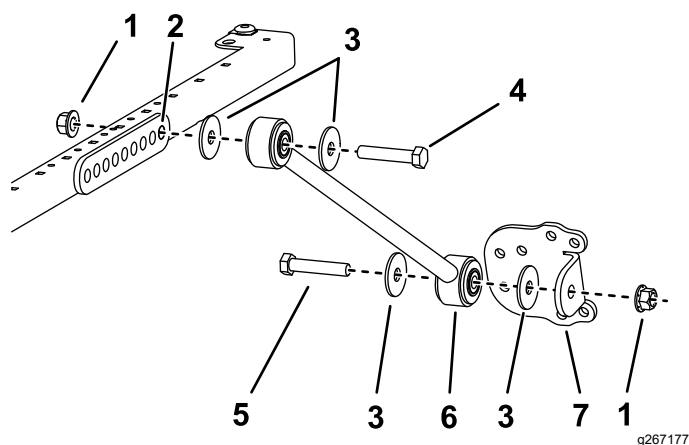

Figure 44
($\frac{1}{2}$ " x $2\frac{3}{4}$ "), de 2 rondelles ($\frac{1}{2}$ "), et d'un écrou à embase ($\frac{1}{2}$ "), comme montré à la Figure 44.
5. Fixez légèrement un support à chaque raidisseur à l'aide d'un boulon ($\frac{1}{2}$ " x $2\frac{1}{2}$ "), de 2 rondelles ($\frac{1}{2}$ ") et d'un écrou à embase ($\frac{1}{2}$ "), comme montré à la Figure 44.